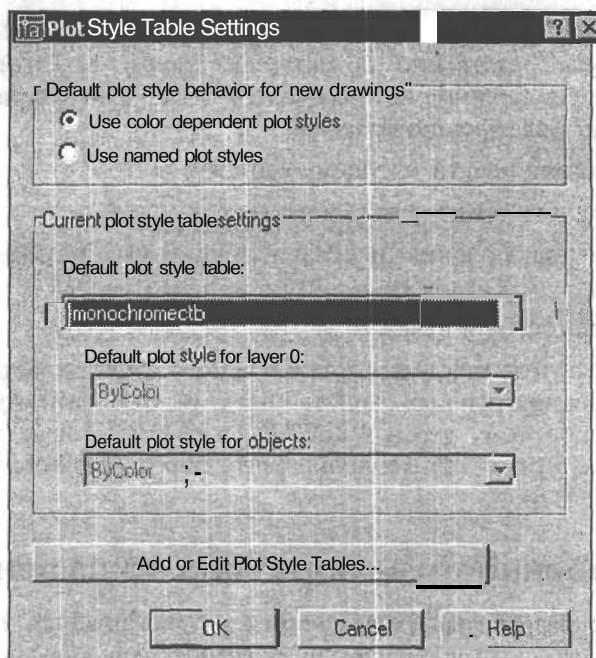

Рис. 19.3. Выбор типа стилей печати для вновь создаваемых рисунков
2. В диалоговом окне **Options** (Настройка) перейдите на вкладку **Plot and Publish** (Печать/публикация) и щелкните на ней кнопку **Plot Style Table Settings** (Установка таблицы стилей печати). Появится диалоговое окно с таким же наименованием, что и надпись на этой кнопке (рис. 19.3).
3. В разделе **Default plot style behavior for new drawings** (Стили печати по умолчанию для новых рисунков) (см. рис. 19.3) установите один из следующих переключателей: